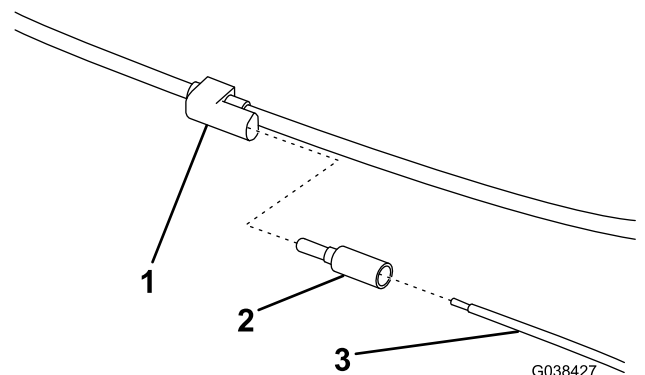

Bild 8
12. Schließen Sie das schwarz/rote Kabel an eine verkeilte Zündquelle mit mehr als 12 Volt an (Bild 8).